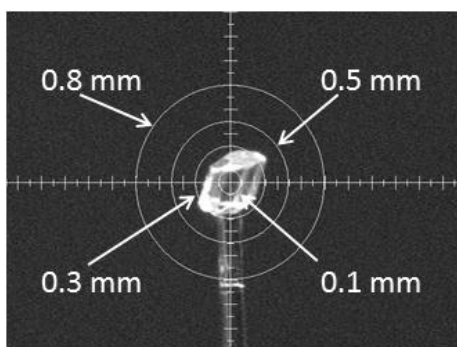

図3. CCD カメラより取り込んだガラスキャピラリー上にマウントした単結晶試料像とX線照射範囲
本装置の概観を図1に、測定部の拡大図を図2に示します。本装置の主な仕様は表1にまとめました。X線源には銅(Cu)とモリブデン(Mo)の2種類の封入式X線管球を交換使用できます(図2①)。一般に、異物などの定性分析やフィルムの配向解析にはCuX線管球を、単結晶試料の分子構造解析にはMoX線管球を用います。いずれのX線も単色化し、コリメータ(0.1、0.3、0.5、0.8 m)で照射範囲を絞って使用します(図2②および③)。試料はゴニオヘッドと呼ばれる試料台に装着してゴニオメータ(図2④)に取り付けます。ゴニオメータは ω 軸、 ϕ 軸、 $1/4$ 軸を備えており、この3軸をコンピュータ制御することで、試料のあらゆる方向からX線を照射できます。試料の位置合わせはCCDカメラで約70倍に拡大した画像を見ながら行えるため、微小試料でも容易に位置調整ができます(図2⑤)。参考としてガラスキャピラリーにマウントした $0.3 \times 0.2 \times 0.2$ mm程度の単結晶のCCDカメラ像を図3に示します。図中の円はX線の照射範囲を示しています。